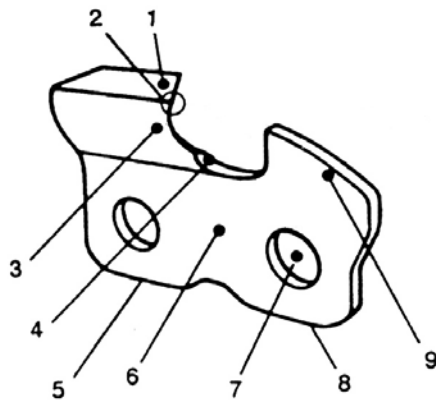

Fig. 4-1
**AFIAÇÃO DA CORRENTE** Partes de um elemento de corte (Fig. 4-1, 2)